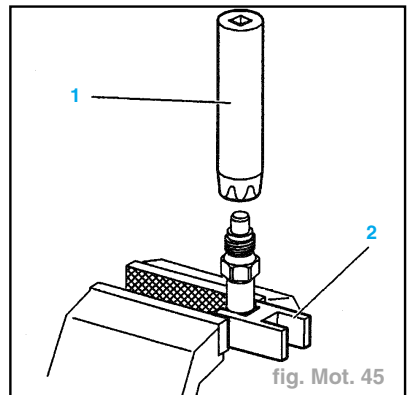

fig. Mot. 45
- Fixer le porte-injecteur et l'outil (2) 7008-TA dans un étau (fig. Mot. 45).
- Desserrer le porte-injecteur en utilisant la douille (1) 7007-T.